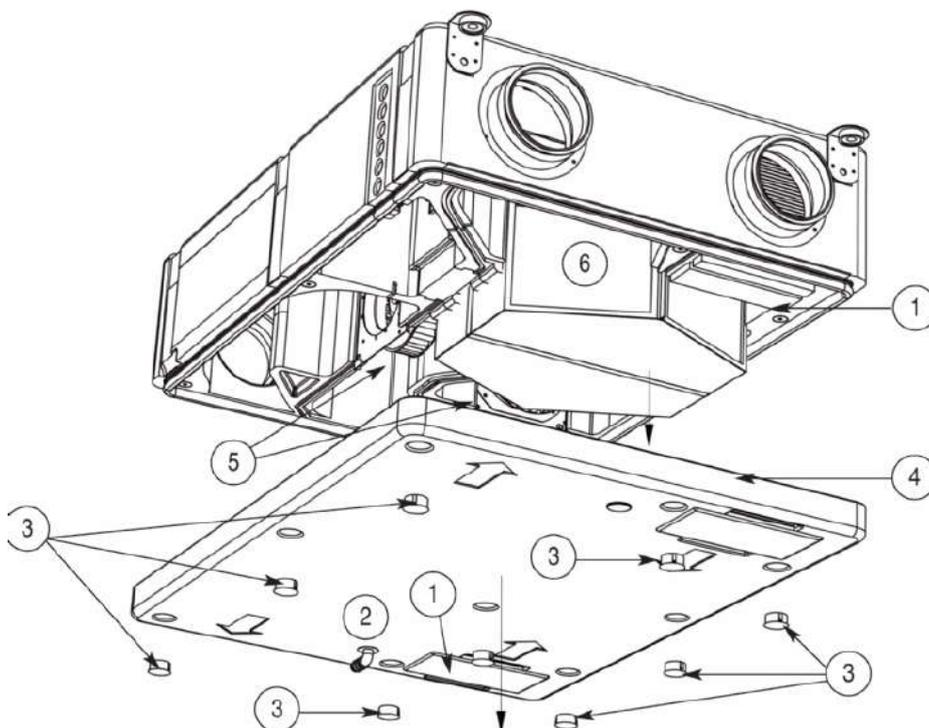

Fig.55
- 2) Rimuovere entrambi i filtri (1 Fig. 55).
- 3) Disconnette il sifone di scarico condensa (2 Fig. 55).
- 4) Togliere prima i tappi di copertura (3 Fig. 55), svitare le viti del pannello frontale (4 Fig. 55) con l'apposita chiave TORX, quindi rimuovere il pannello tramite la presa ergonomica ad incasso.
I ventilatori (5 Fig. 55) possono essere sfilati facendoli scorrere attraverso l'apposita scanalatura e avendo cura di accompagnare la discesa di ciascun ventilatore, dopo lo sblocco.
In caso di pulizia, i ventilatori (5 Fig. 55) possono essere sfilati dopo averli sganciati dalla scanalatura di trattenimento e dopo aver disconnesso i connettori elettrici; aver cura di accompagnare la discesa di ciascun ventilatore, dopo lo sblocco.
In occasione dell'apertura dello pannello, verificare lo stato di pulizia del recuperatore (6 Fig. 55) e, se necessario, procedere allo smontaggio sfilandolo dalla sua sede usando l'impugnatura presente su esso; se unità orizzontale, avere cura di accompagnarne la discesa. Per la pulizia, non usare detersivi aggressivi o solventi.
Disconnettere il sifone di scarico condensa (2 Fig. 55).
- 2) Remove both filters (1 Fig. 55).
- 3) Disconnect drain trap connection (2 Fig. 55).
- 4) First remove cover plugs (3 Fig. 55), unscrew frontal panel screws (4 Fig. 55) with TORX key and remove front cover panel using ergonomic handle.
- The fans (5 Fig. 55) can be removed by sliding them through the appropriate groove and taking care to accompany the descent of each fan, after unlocking.
When cleaning is needed, each fan (5 Fig. 55) can be removed after unlocking by a retention groove and after disconnecting electrical wirings; take care to drive the descent of the fan after unlocking.
On the occasion of the opening of the main panel, check the cleaning of the plastic heat recovery (6 Fig. 55) and, if needed, remove it from its place by its handle; in case of horizontal unit take care to drive the descent of the heat recovery. For cleaning, don't use aggressive detergents or solvents.
Disconnect siphon drain condensate (2 Fig. 55).